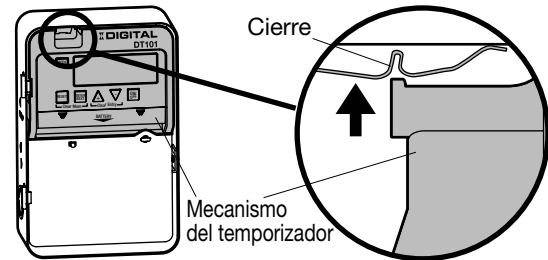

FIG. 1 Extraer el mecanismo
1. Extraiga el mecanismo de la caja accionando el cierre de la parte superior de la caja y luego extráigalo como se muestra en la FIG. 1.